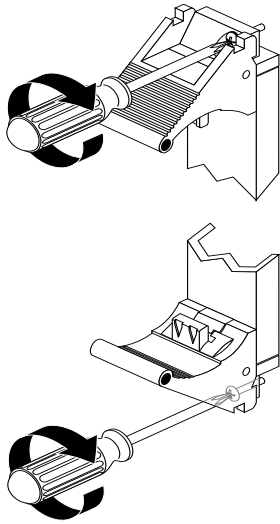

図 4-7 取り出しレバー固定ねじの締め方
7. プラスのねじ回し (Phillips の 2 番) を使用して、カードの取り出しレバー側の 2 本 (上端と下端に各 1 本) の固定ねじを締めます (図 4-7)。
7. プラスのねじ回し (Phillips の 2 番) を使用して、カードの取り出しレバー内にある 2 本の固定ねじ (上下に各 1 本) を締めます (図 4-7)。
11. プラスのねじ回し (Phillips の 2 番) を使用して、カードの取り出しレバー内にある 2 本の固定ねじ (上下に各 1 本) を締めます (図 4-7)。